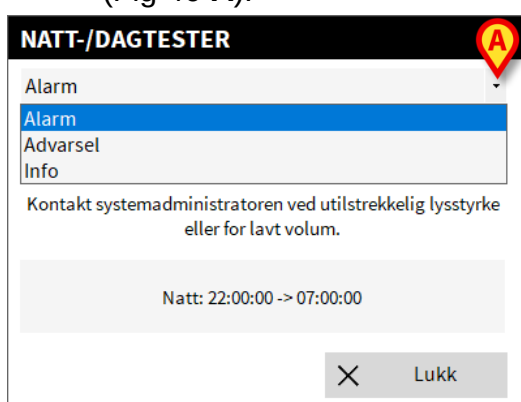

Fig 40
- Velg typen varsel som skal testes fra rullegardinmenyen (Fig 40 A).